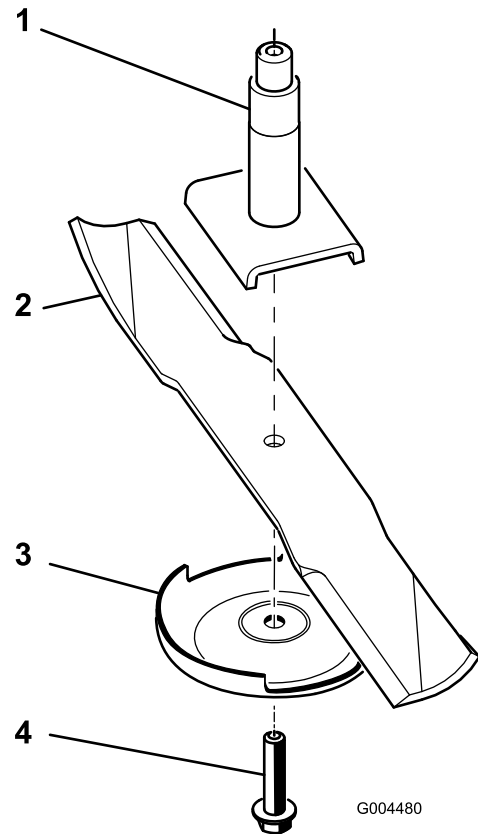

Figura 73
2. Togliete il bullone della lama, la piastra antistrappo e la lama dall'asse del fusello (Figura 73).
Nota: Se la lama rimane in posizione orizzontale, è bilanciata e può essere utilizzata. Se la lama non è bilanciata, limate del metallo soltanto dalla costa (Figura 73). Ripetete la procedura finché la lama non è perfettamente bilanciata.
1. Montate la lama sull'asse del fusello (Figura 73).
2. Montate la piastra antistrappo e il bullone della lama (Figura 73).